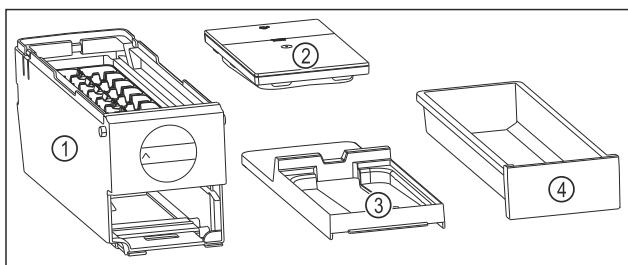

Fig. 93 Súčasti EasyTwist-Ice
- EasyTwist-Ice je rozložený na štyri časti. (pozri Fig. 93)
- Rozložte EasyTwist-Ice len na tie súčasti, ktoré sú na obrázku. (pozri Fig. 93)
- Korpus EasyTwist-Ice Fig. 93 (1) vycistite ako celok.